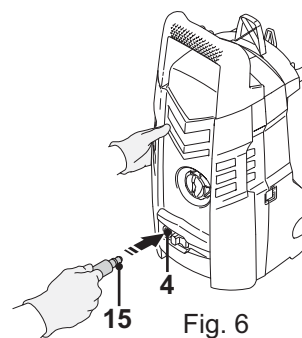

Fig. 6
1. Reliez le tuyau haute pression (15) à l'arrivée d'eau (4) (Fig. 6).